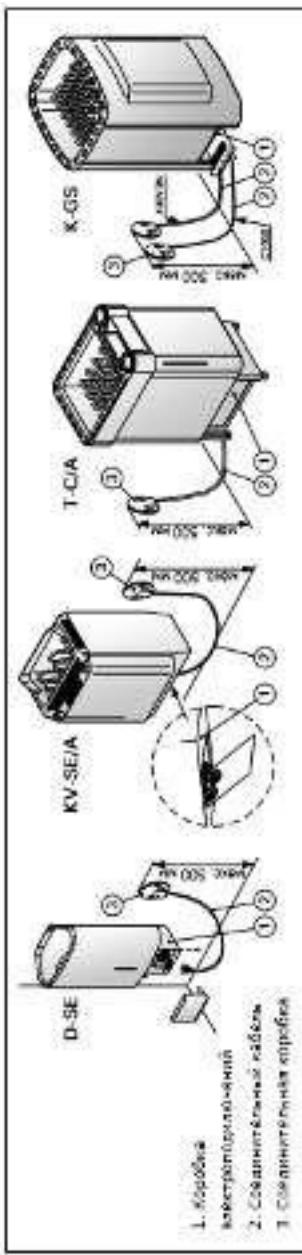

Рисунок 8. Установка каменки
- Каменка гибким проводом подсоединяется к соединительной коробке (рис. 8: 3) на стене сауны. Соединительная коробка должна быть брызгозащищенной и находиться на расстоянии не выше 500 мм от пола.
- В качестве кабеля (рис. 8: 2) следует использовать резиновый кабель типа H07RN-F или подобный.